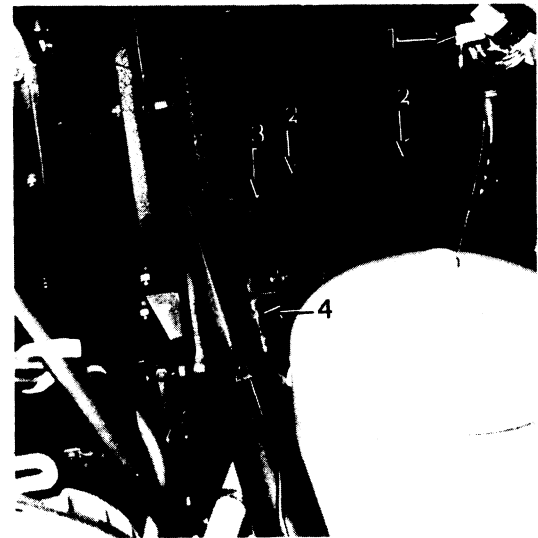

fig. 2
4. Draai, recht voor onder de vloer van de kabine, de vier kunststof schroeven een kwart slag en neem het deksel los van de elektrische verdeelkast (1, fig. 2).
6. Druk de twee kunststof klembanden waarmee de kabelboom tegen het front van de kabine is opgehangen los (2, fig. 2).
7. Verwijder de klemband van de kabelboomsteun welke zich rechts van het kabinescharnier bevindt (3, fig. 2).
8. Neem de leiding van de hydraulisch bediende koppeling los van de steun welke zich rechts van het kabinescharnier bevindt (4, fig. 2).